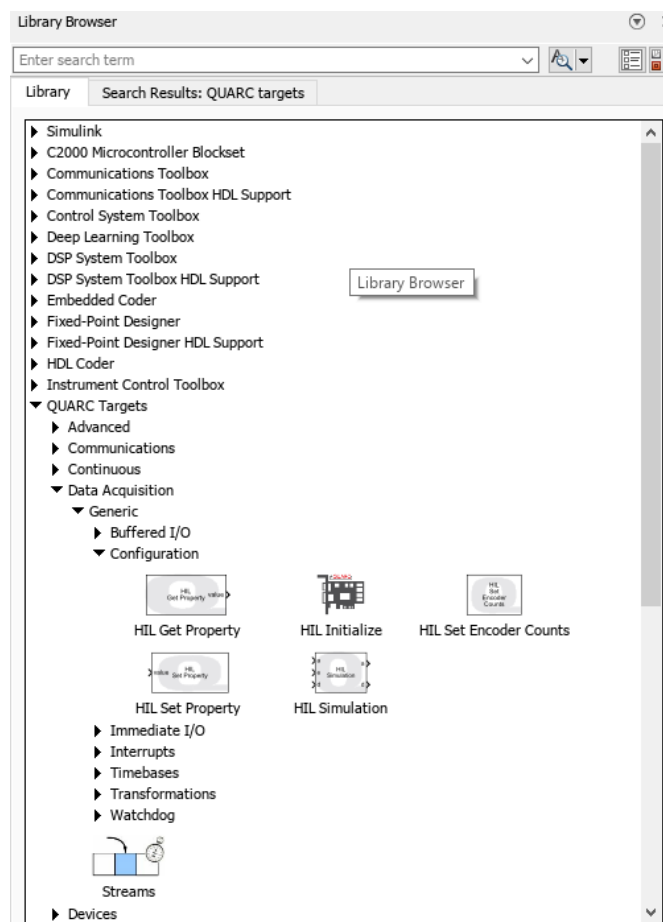

Figure 4: Library Browser
3. Ouvrez le **Library Browser**, développez l'élément **QUARC Targets** et accédez au dossier **Data Acquisition** → **Generic** → **Configuration**, comme illustré dans la Figure 4.